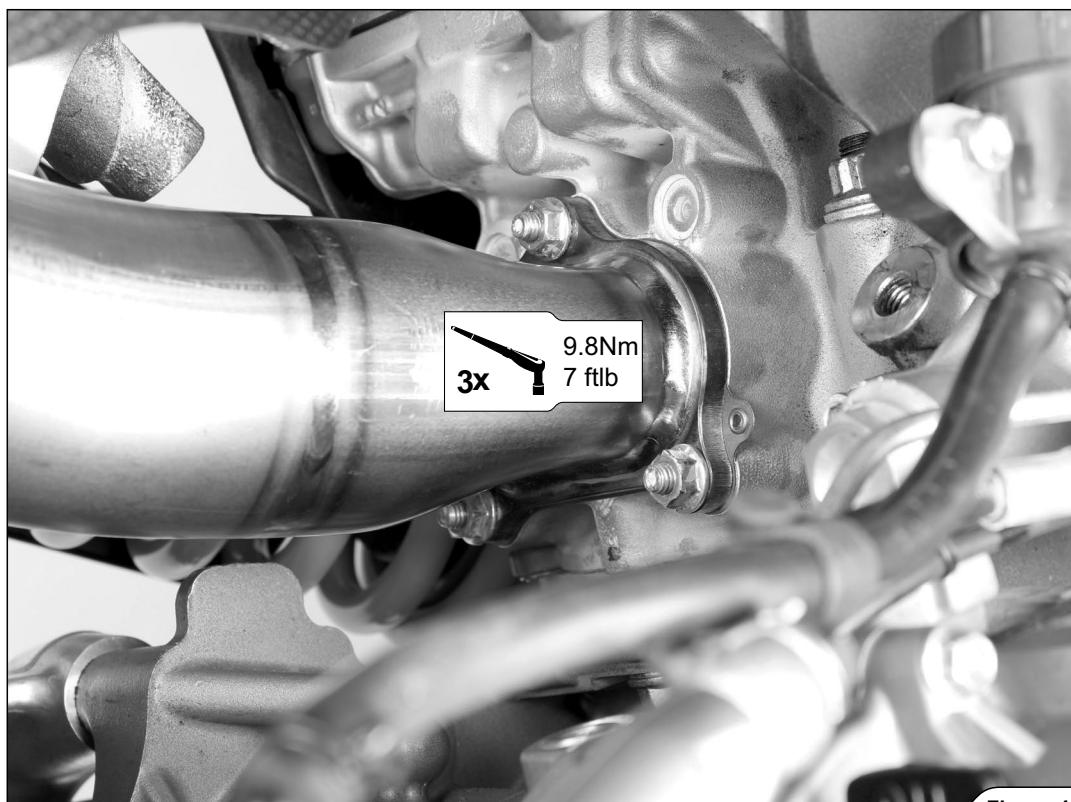

Figure 42
13. 両方のマニホールドを規定のトルクで締め付けます (図 42、43)。